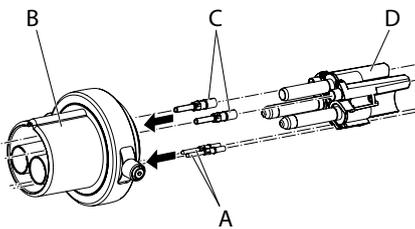

Abb. 44:
1. Signalkontakte (A) mit angecrimpten Kabeln in die jeweilige Kammer im Kontakteinsatz (B) soweit einschieben, bis der Halteclip einrastet (**Abb. 44**).
2. Signalkontakte (C) mit angecrimpten Kabeln durch den jeweiligen Führungskanal der Kontaktthaltung (D) durchschieben und soweit in den Kontakteinsatz (B) einschieben, bis der Halteclip im Kontakteinsatz (B) einrastet (**Abb. 44**).